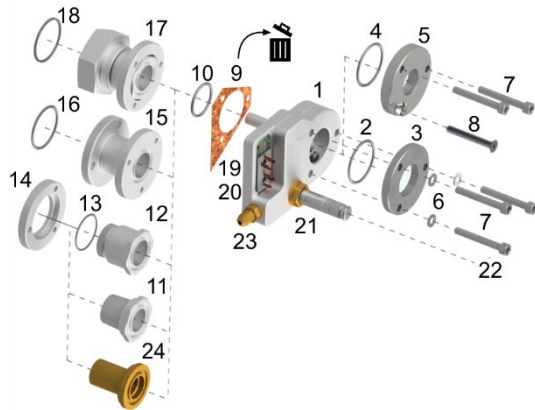

Fig.1
Panorama des OM3... / OM4.../OM5...: (voir Fig.1)
Note: Le chiffre entre parenthèses correspond à la Fig.1 et légende.
**Componentes del Sistema:** Para más detalles, ver tabla siguiente y Fig.1,3,4